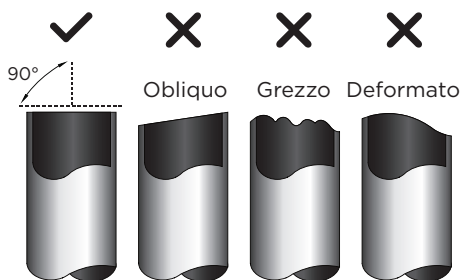

Fig. 7.4
1. Assicurarsi che il tubo sia tagliato con un angolo perfetto di 90°. Fare riferimento alla Fig. 7.4 per esempi di tagli difettosi